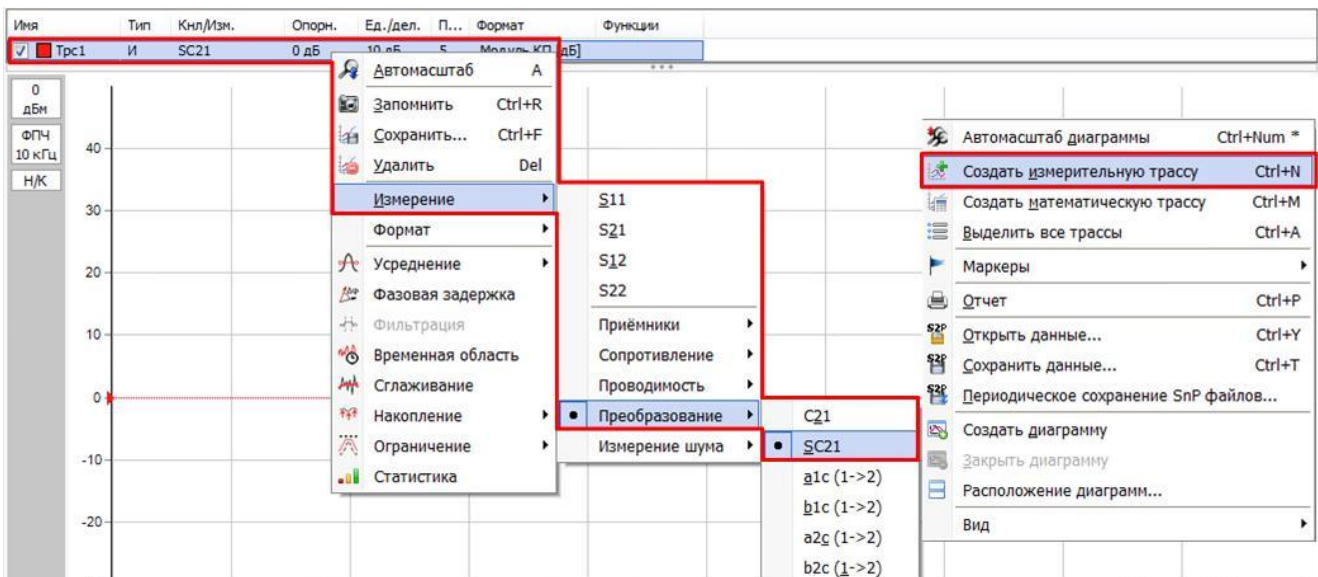

Рис. 26. Создание измерительной трассы для коэффициента преобразования SC_{21}
12. Создать измерительную трассу для коэффициента преобразования SC_{21} , рис. 26;